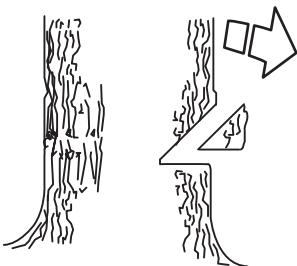

Рисунок 14 — Нижний пропил
• Затем сделайте нижний подпил (см. рис. 14) и убедитесь, что он точно совпадает с нижней частью верхнего пропила. Глубина направляющей зарубки должна составлять 1/4 диаметра ствола, а угол должен быть примерно 45 градусов.